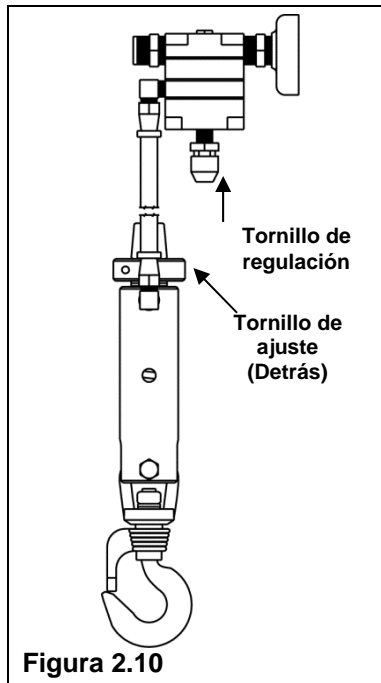

Figura 2.10
Paso 1. Drene el regulador de descarga girando el tornillo de regulación en el sentido contrario a las agujas del reloj hasta llegar al tope. (Ver Figura 2.10)